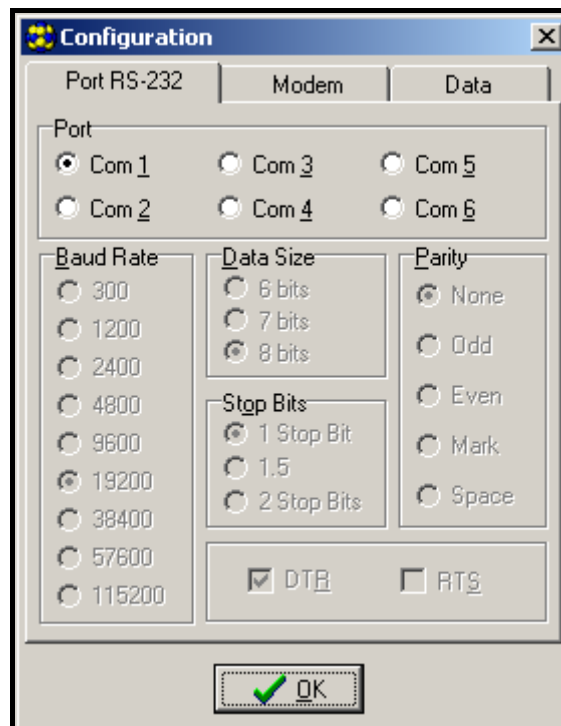

Figure 10.
3. Passer à l'option de la configuration de la communication avec le module en cliquant sur l'icône  (ou par le menu **Communication→Configuration**) et choisir le numéro de port par lequel l'ordinateur se met en communication avec le port RS-232 du module (voir : la figure 10).